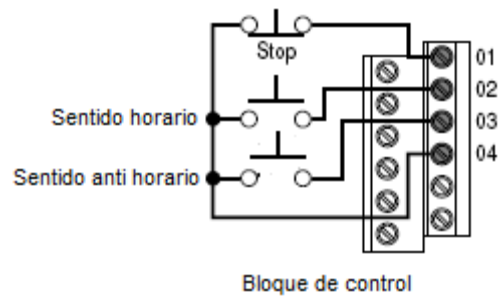

Figura 7.
45. Confirme que todas las conexiones realizadas en el bloque de control del variador se encuentren conectadas correctamente en base a la figura 7.